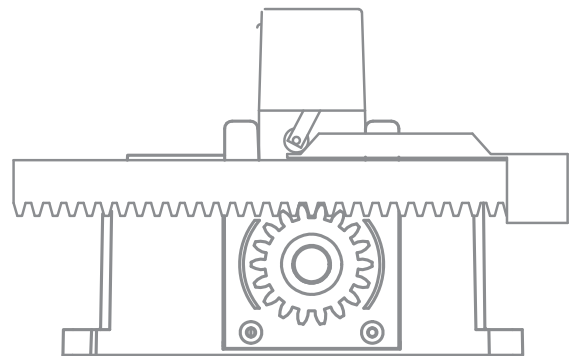

Fig. 12 - Abb. 12
- Bij de mechanische eindaanslag FCM dient u te controleren dat de veer correct zonder belemmeringen op de beugel kan lopen. Kleine correcties voert u op de beugel uit. (zie afb. 12)